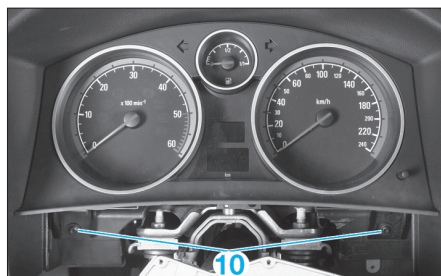

FIG. 30
- les deux vis de fixation (10) combiné des instruments (fig. 30).